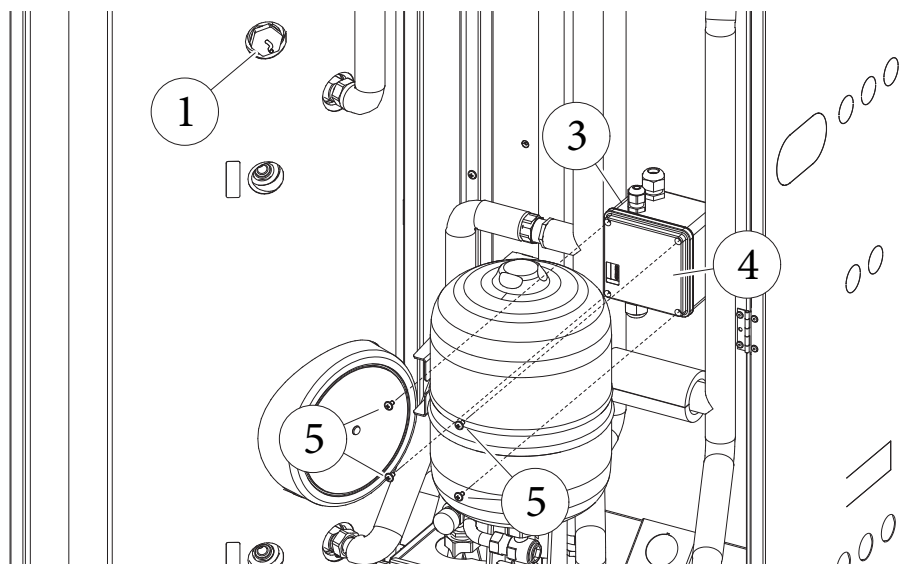

Fig. 2
- Chiudere il coperchio (4) della scatola allacciamento tramite le 4 viti (5) svitate in precedenza (Fig. 2).
- Close the cover (4) of the connection box by means of the 4 previously unscrewed screws (5) (Fig. 2).